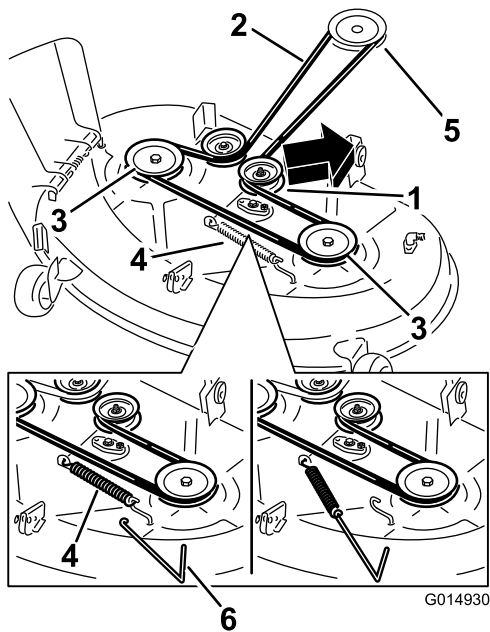
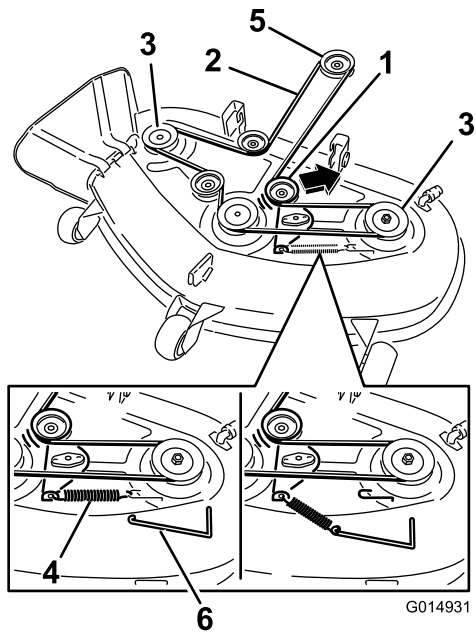

Bild 71
Bild 72
4. Entfernen Sie die Spannscheibenfeder mit einem Werkzeug zur Federentfernung vom Mähwerkhaken, um die Spannung von der Spannscheibe zu nehmen, und rollen Sie den Riemen von den Spannscheiben (Bild 71 und Bild 72).
- Setzen Sie die Spannscheibenfeder mit einem Werkzeug zur Federentfernung auf den Mähwerkhaken, um die Spannscheibe und den Mähwerkriemen zu spannen (Bild 71 und Bild 72).
- Verlegen Sie den neuen Riemen um die Motor- und Mähwerkriemenscheiben (Bild 72).